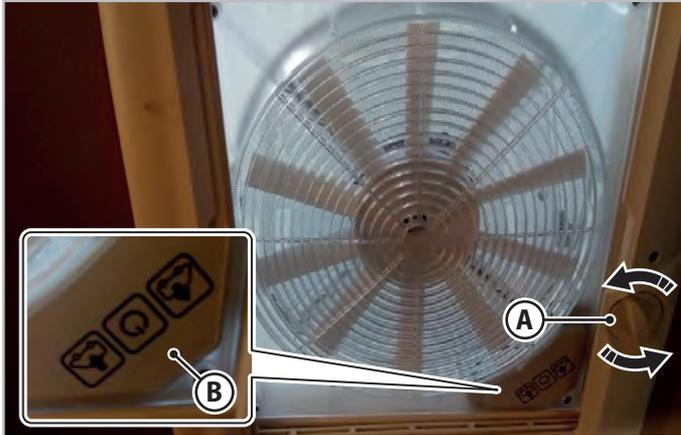

Fig. 6.9 - Claraboya con rueda de apertura
Al girar la rueda de apertura (**A** - Fig. 6.9) en ambos sentidos, la claraboya se eleva (para abrirse) o se baja (para cerrarse). También es posible ajustar la apertura de la claraboya en cualquier posición intermedia.
Para utilizar la función de ventilación y aspiración, abra la claraboya girando la rueda (**A** - Fig. 6.9) y seleccione la función de ventilación con entrada de aire (IN) o aspiración (OUT) utilizando el teclado (**B** - Fig. 6.9).